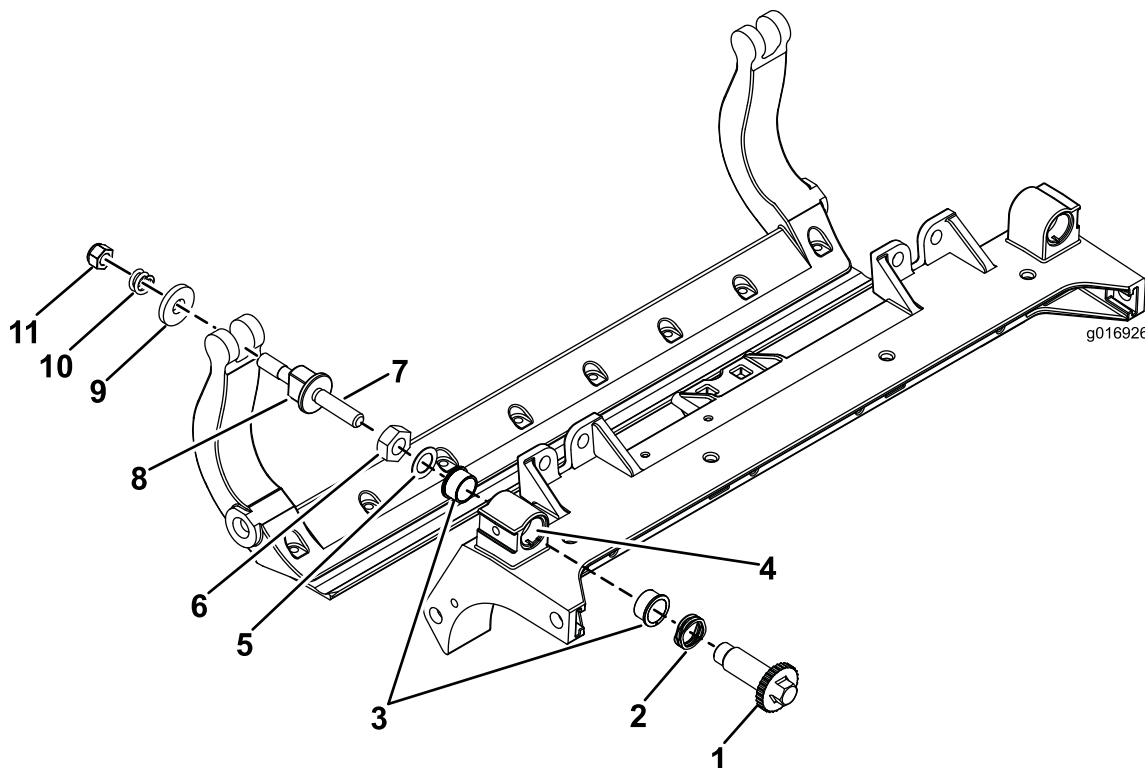

Рисунок 37
1. Снимите все детали (см. *Инструкции по установке* для HD комплекта DPA и Рисунок 37).
2. Нанесите противозадирный состав на внутреннюю поверхность втулки на центральной раме режущего блока (Рисунок 37).
3. Совместите шпонки фланцевых втулок с прорезями в раме и установите втулки (Рисунок 37).
4. Установите волнистую шайбу на вал регулятора и вставьте вал регулятора во фланцевые втулки, установленные в раме режущего блока (Рисунок 37).
5. Закрепите шпindel регулятора с помощью плоской шайбы и контргайки (Рисунок 37).
12. На нейлоновые шайбы установите стальные шайбы (Рисунок 37).
15. Затяните гайку на каждом узле регулировки планки неподвижного ножа до полного сжатия пружины, а затем отпустите гайку на ½ оборота (Рисунок 37).
Примечание: На внутренней стороне пластин шайбы могут быть установлены с зазором (Рисунок 37).